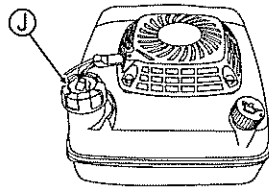

Fig. 8.
- 1 Ouvrez le bouchon du réservoir à carburant (J) et ajoutez le carburant. Essuyez immédiatement avec un chiffon si de l'essence a coulé. (Voir Fig. 8.)
- 2 Refermez bien le bouchon du réservoir à carburant (J) après ravitaillement.